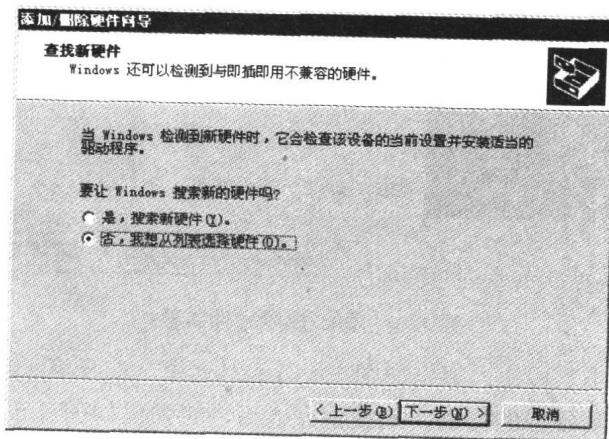

图 1.6 添加/删除硬件向导4
- (4) 选择【添加新设备】选项,再单击【下一步】按钮,系统弹出如图 1.6 所示对话框,要求用户确定是希望系统自己进行硬件设备的搜索安装,还是由用户自己进行安装。